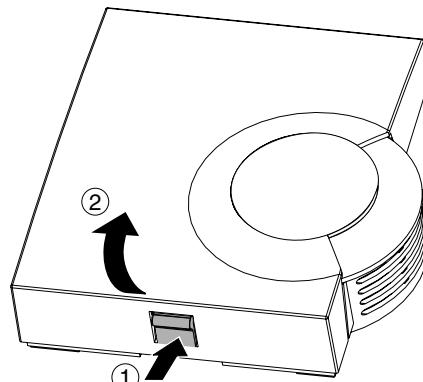

Figura 1: Rimozione del coperchio dell'alloggiamento
- Rimuovere il coperchio dell'alloggiamento del sensore termico per ambienti (vedere Figura 1).